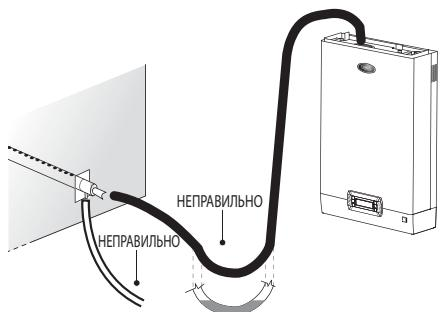

Рис. 3.d
Во время работы увлажнителя небольшое количество пара может конденсироваться, что приводит к снижению производительности и появлению посторонних шумов, похожих на бульканье. Для отвода конденсата к увлажнителю подсоединяется сливной шланг под углом не менее 5°, который образует сифон (см. Рис. 3.d). Используйте шланги слива конденсата CAREL, код 1312353APG
- шланги подачи пара идут вверх к парораспределителю под углом не менее 2° (см. Рис. 3.c);
- шланги подачи пара и слива конденсата проложены в соответствии с указаниями из настоящего раздела руководства (см. Рис. 3.d);